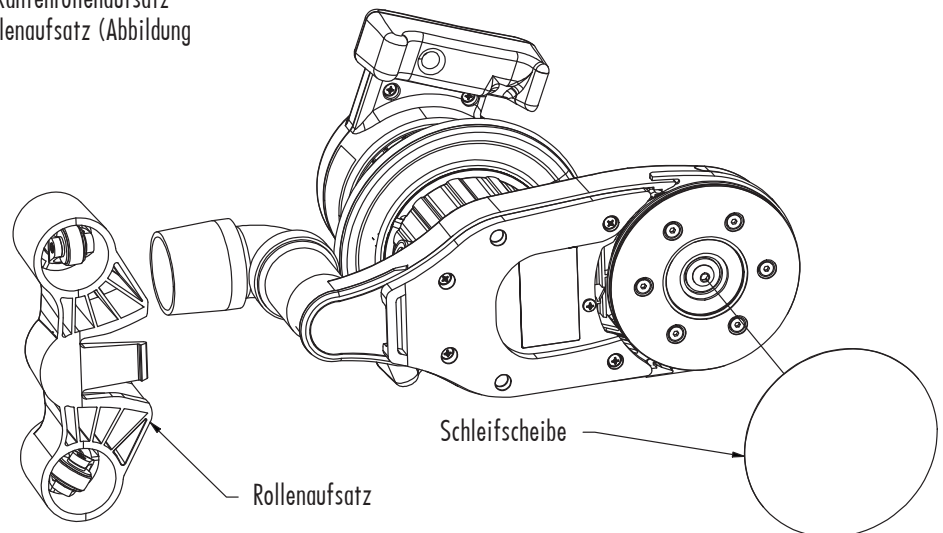

Abbildung 4
2. Die Maschine ist nur für Schleifscheiben mit Klettverschluss geeignet. Achten Sie beim Einsetzen der Schleifscheibe darauf, dass die Scheibe mittig auf dem Treiber sitzt (Abbildung 4).
Für das Schleifen von Treppen – Entfernen Sie den Kantenrollenaufsatz mit einem schnellen Schlag nach hinten auf dem Rollenaufsatz (Abbildung 4).